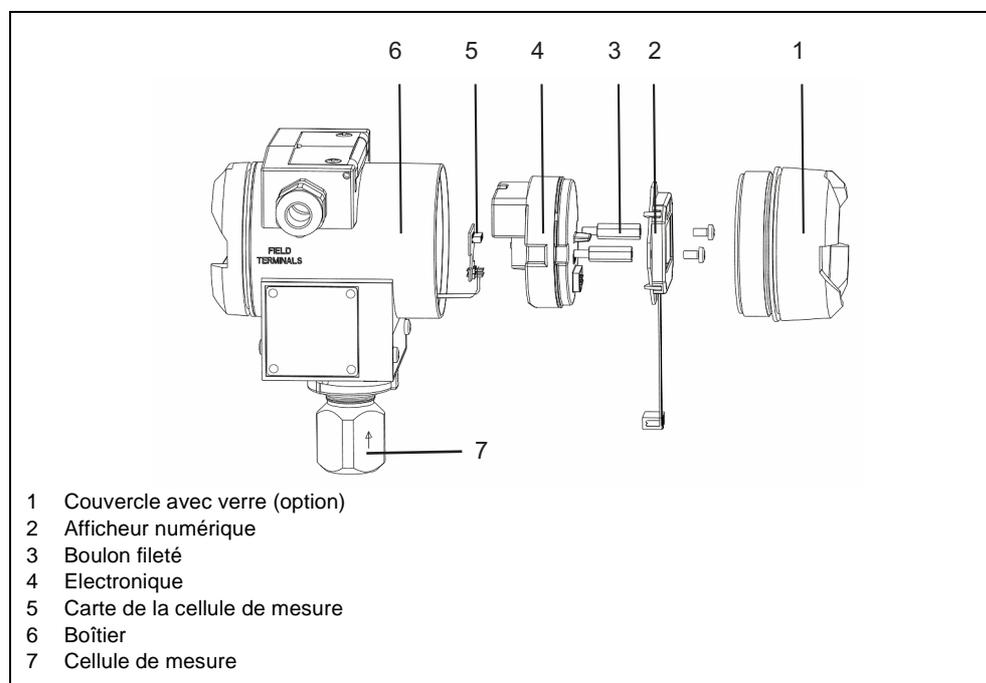

Figure 30 Composition de l'appareil
1. démonter le couvercle qui recouvre l'afficheur numérique (1 et 2, Figure 30)
2. dévisser les deux boulons filetés (3) qui fixent l'électronique (4)
3. retirer prudemment du boîtier (6) le bloc électronique scellé
4. retirer la carte de la cellule de mesure (5) qui relie la cellule de mesure (7) à l'électronique et l'enficher sur la nouvelle électronique